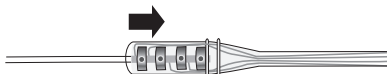

Figure 14. Insérer l'électrode dans le connecteur à vis de l'extension.
3. Insérer complètement l'électrode dans le connecteur de l'extension. Les quatre bandes métalliques de l'électrode doivent être alignées sous les quatre vis de fixation (Figure 14).